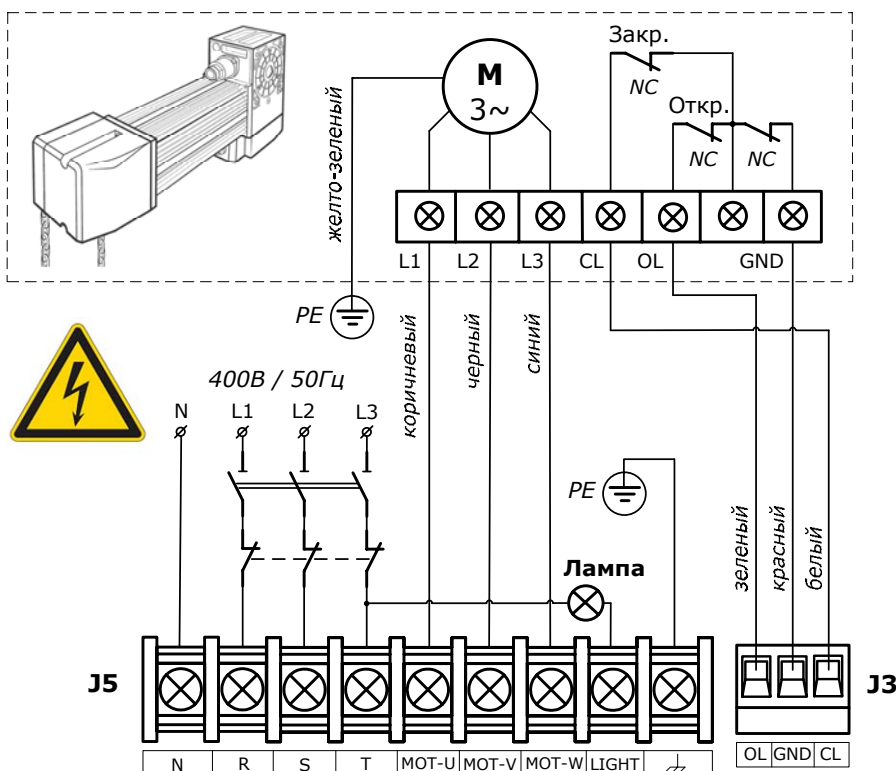
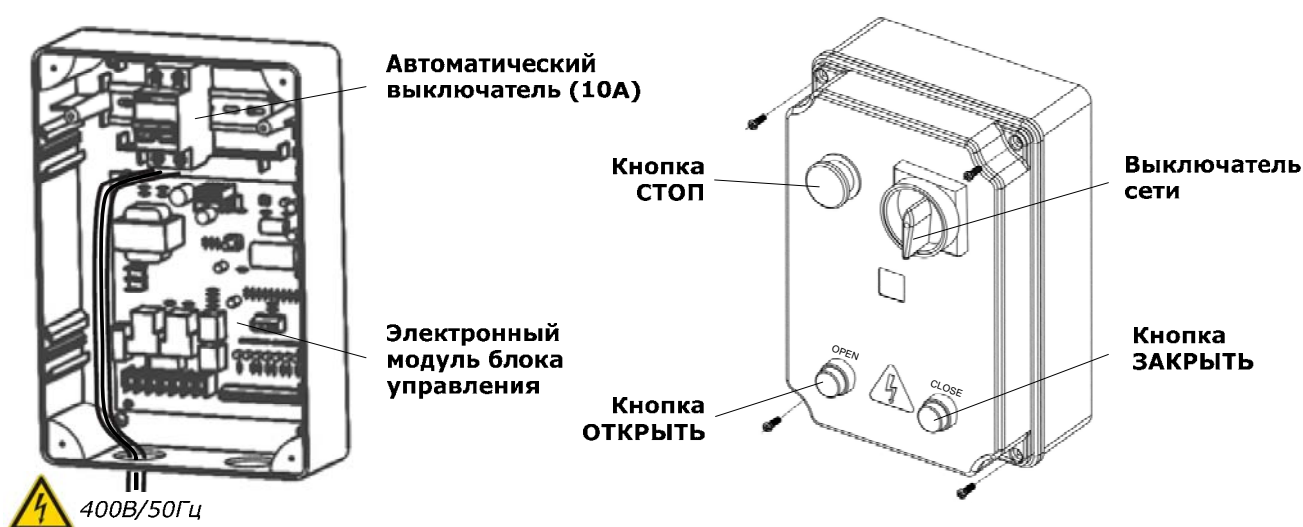

Рис. 7. Электрические подключения привода к блоку управления
Рис. 9. Блок управления DGT-C06-380V
При подключениях электродвигателя и выключателей конечных положений (Рис. 7) используйте предлагаемые кабели из комплекта привода (Таблица 1), четырехжильный (4G1,5мм2) и трехжильный (3×0,5мм2) соответственно.
Для сигнализации о движении ворот к блоку управления привода может быть подключена проблесковая лампа (Рис. 7) 230В, макс. 60Вт. Проблесковая лампа подключается к клеммам «LIGHT» и «Т».
Подведенные к блоку управления провода фаз электрической сети подключите (Рис. 7) к автоматическому выключателю (Рис. 9). Нейтральный провод подключите к клемме «N» модуля блока управления (Рис. 7), провод защитного заземления к клемме «⚡». Все подключенные к блоку управления кабели и провода должны быть связаны и закреплены, для этого воспользуйтесь стяжками из комплекта блока управления.
- Переведите автоматический выключатель (Рис. 9) во включенное положение - ON.
- Проверьте наличие индикации на электронном модуле блока управления согласно таблицы 7. Если индикации нет или не соответствует требуемой, отключите блок управления и внимательно проверьте все подключения (сверьтесь с разделом «9. Неисправности и рекомендации по их устранению»). Если к приводу подключены фотоэлементы, необходимо проверить приемник (RX). Если индикатор приемника не светится или моргает, это означает, что сигнала нет или сигнал прерывается из-за неточной регулировки фотоэлементов.
- С помощью кнопок ОТКРЫТЬ (OPEN) и ЗАКРЫТЬ (CLOSE) проверьте, что движение полотна ворот осуществляется в требуемых направлениях. Если направление вращения выходного вала привода не совпадает с требуемым, отключите электрическую сеть и поменяйте местами провода подключения на клеммах «MOT-V» и «MOT-W» (Рис. 7).